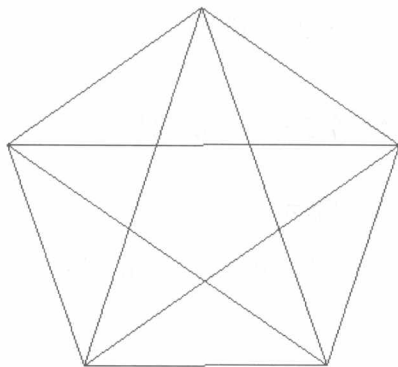

图 1-12 连接直线
(7) 打开“状态栏”上的“对象捕捉”开关(鼠标单击使其处于按下状态即为打开状态),单击二维绘图工具栏上的“直线”命令按钮 ,将鼠标移动到正五边形对象的某个端点上,当出现橙色的矩形方块标记时单击指定为直线的起始端点,接着连接其他正五边形的端点,效果如图 1-12 所示。